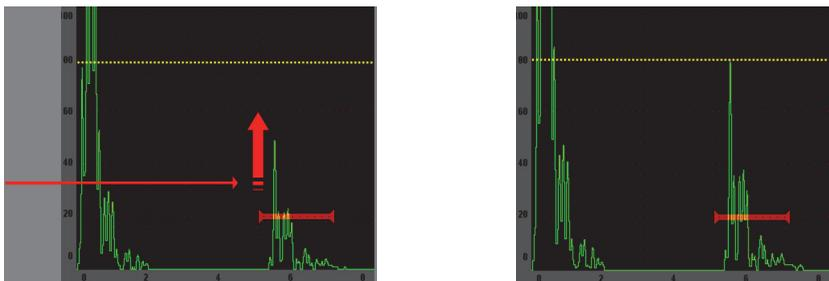

Figura 2-8 Uso de la herramienta *software* AUTO XX%
- Las teclas **[2ND F]**, (**AUTO XX%**) activan la función **AUTO XX%**, la cual ajusta automáticamente la ganancia para que el eco en la puerta alcance una amplitud del **XX%** de la altura de la pantalla completa (el valor **XX** por defecto es **80%**). [véase la Figura 2-8 en la página 37].